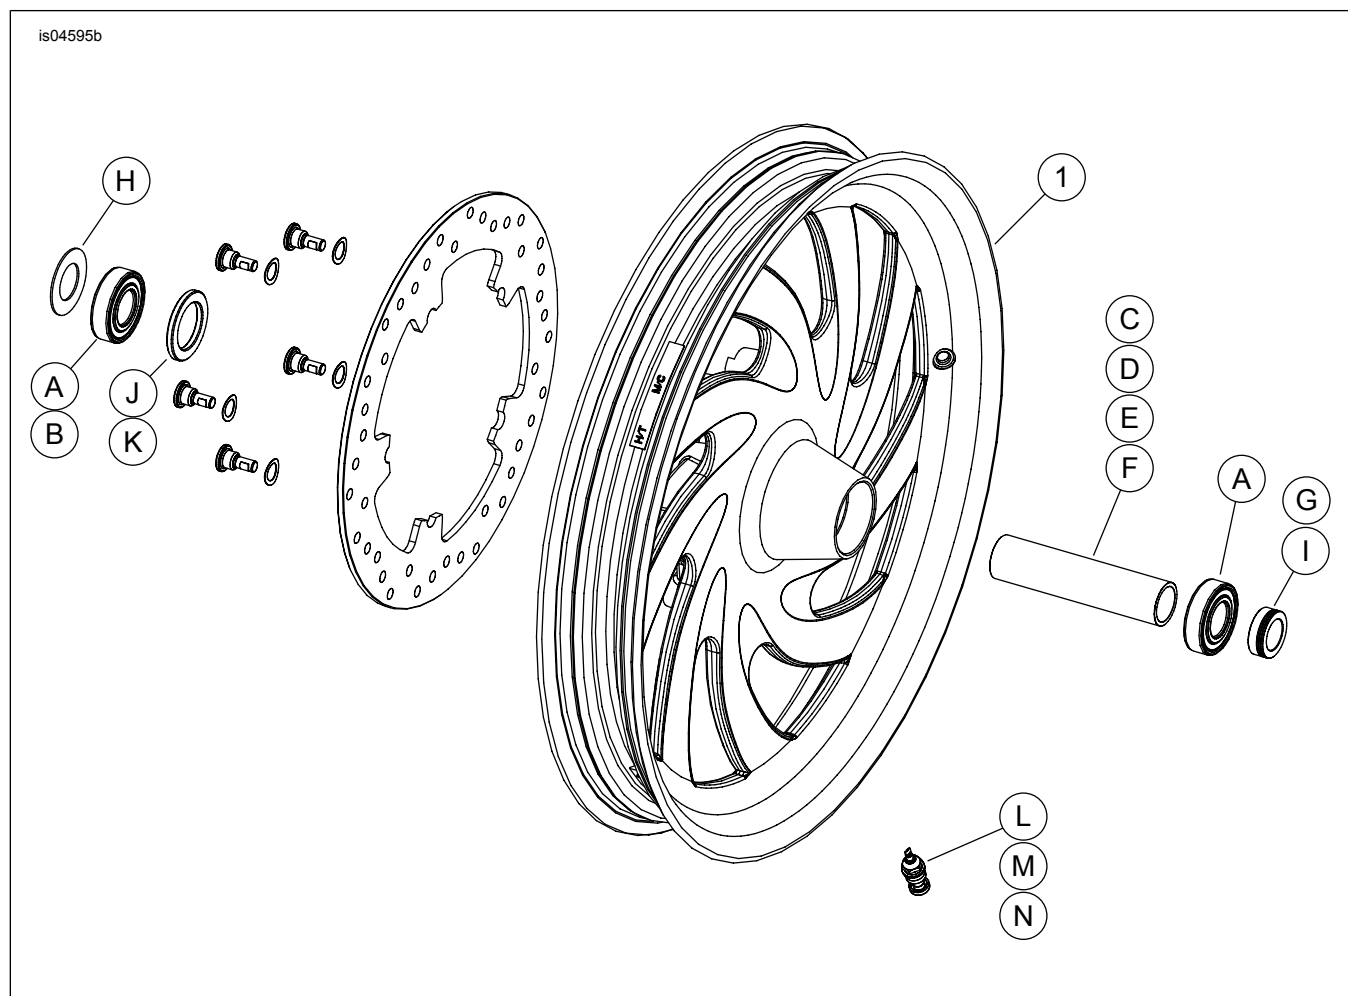

Figure 2. Pièces de rechange : Roue avant à disque Typhoon (roue de 19 pouces illustrée)
2. Voir Figure 2. Poser l'ensemble de tige de valve (M) sur la roue. Voir PNEUS dans le manuel d'entretien.